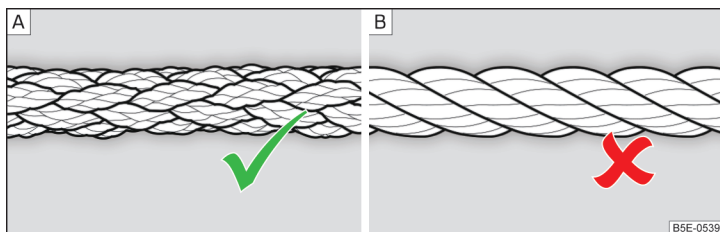

Fig. 156 Flettet slæbetov / Viklet slæbetov
Ved bugsering ved hjælp af et slæbetov må du kun anvende et flettet tov af kunstfiber » Fig. 156 – A » !.
- I forbindelse med bugsering må du ikke anvende et viklet slæbetov » Fig. 156 – B, slæbeøjlet kan blive skruet ud af bilen – fare for ulykke.